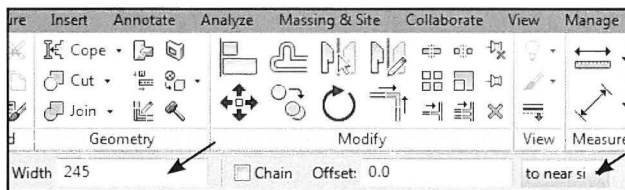

Fig. 13.42. Annotate - Insulation. Vælg tykkelse og tegningslinje.
- Indstil tykkelsen på isoleringen til 245 mm (Fig. 13.42).
- Vælg evt. *to near side*, som er den linie der optegnes med (Fig. 13.42).